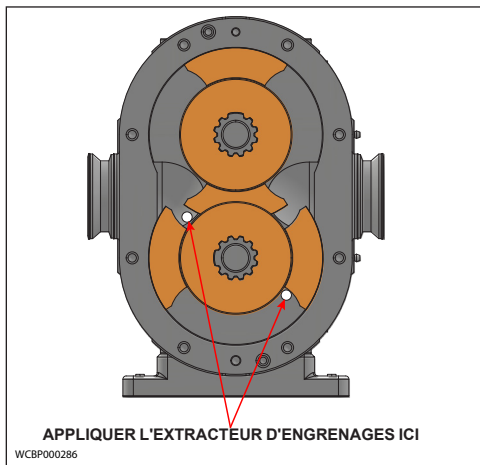

Figure 34 - Dépose de l'extracteur d'engrenages
3. Orientez les rotors perpendiculairement l'un à l'autre et retirez d'abord le rotor dont les deux ailes sont exposées. Manipulez les rotors avec précaution pour éviter les entailles et les rayures. Si le rotor est coincé, utilisez un extracteur d'engrenages ou un levier en bois dur derrière le moyeu du rotor pour le forcer à sortir de la cannelure (Figure 34).